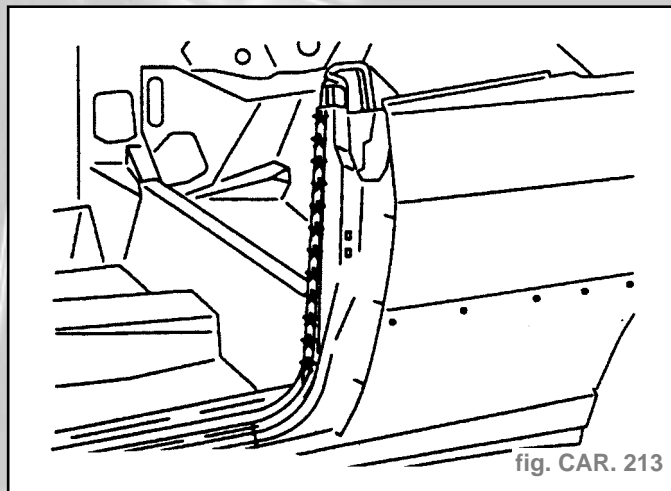

fig. CAR. 213
- Découper par fraisage des points (fig. CAR. 213 et 214).